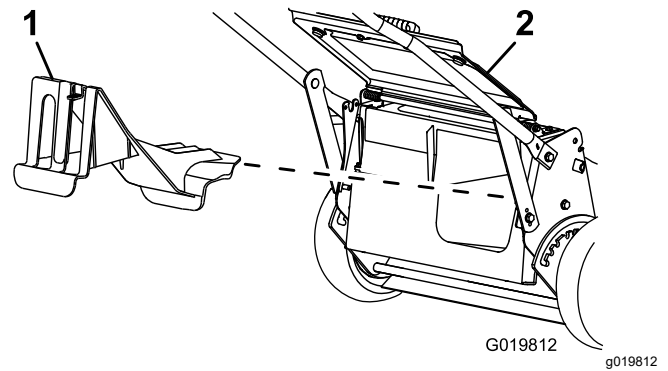

Bild 20
- Wenn die Heckauswurflappe nicht eingesetzt ist, fassen Sie sie am Griff an, heben das Heckablenkblech an und setzen den Heckauswurfkanal ein, bis der Riegel arretiert, siehe Bild 20.